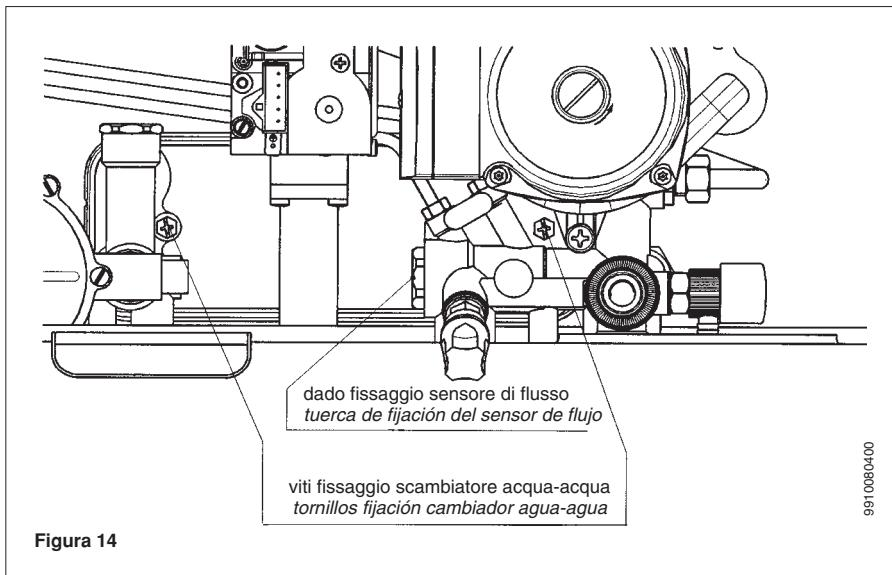

Figura 14
- togliere le due viti, visibili frontalmente, di fissaggio dello scambiatore acqua-acqua e sfilarlo dalla sua sede (figura 14).
- remover los dos tornillos, visibles frontalmente, de fijación del cambiador agua-agua y extraerlo de su asiento (figura 14).
- Svitare il dado presente sul gruppo sensore di flusso (figura 14).
- Desenroscar la tuerca del grupo sensor de flujo (figura 14).